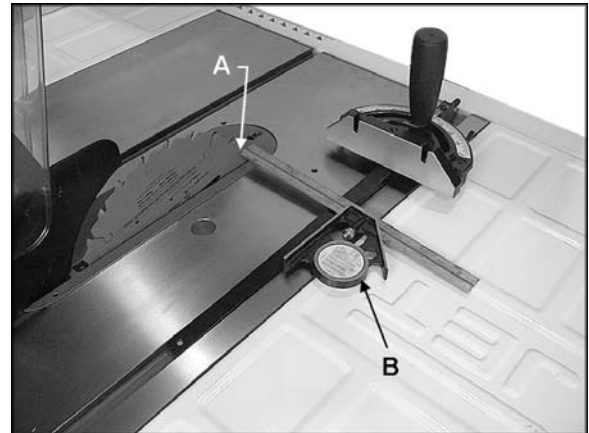

Рис. 26
- Нанесите метку маркером на зуб (A), с одного края пильного диска находящегося на несколько миллиметров выше плоскости стола.
- Приподнимите упор распила под углом 45° немного из т-образного паза, чтобы приложить к его краю угольник (B). Используя торец линейки угольника, зафиксируйте размер до зуба пильного диска со стороны показанной на рис. 26.